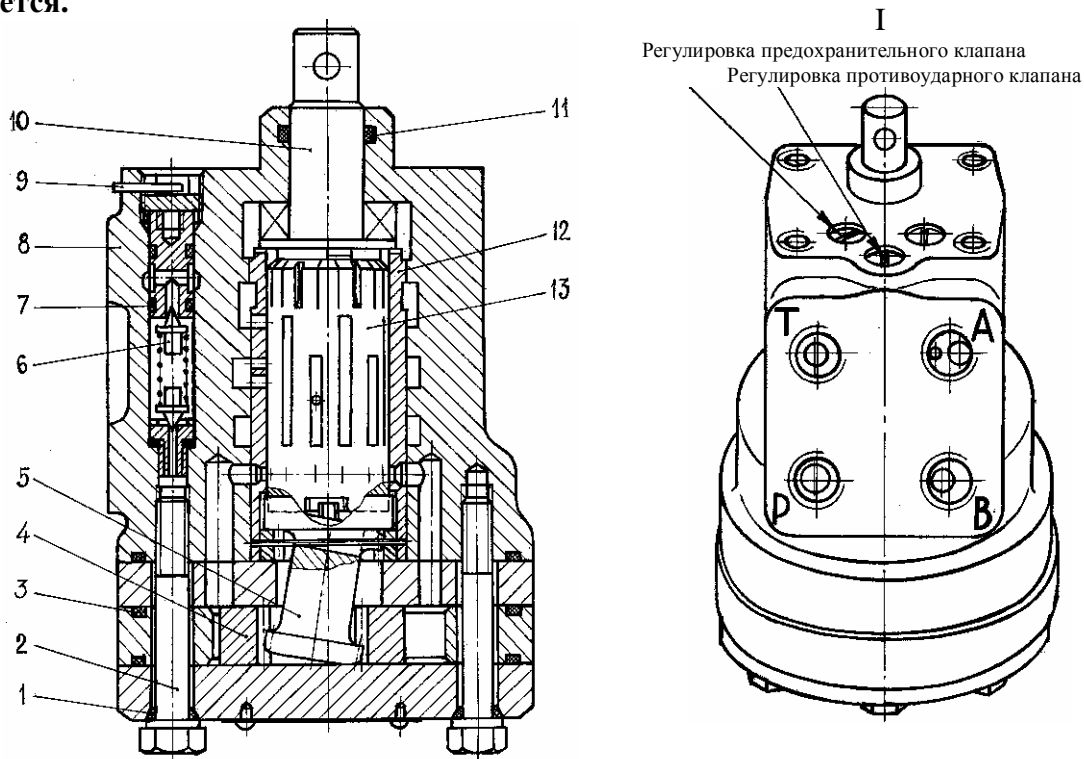

Рис. 34 Гидравлический рулевой механизм
9. ГИДРАВЛИЧЕСКИЙ РУЛЕВОЙ МЕХАНИЗМ (рис. 34)